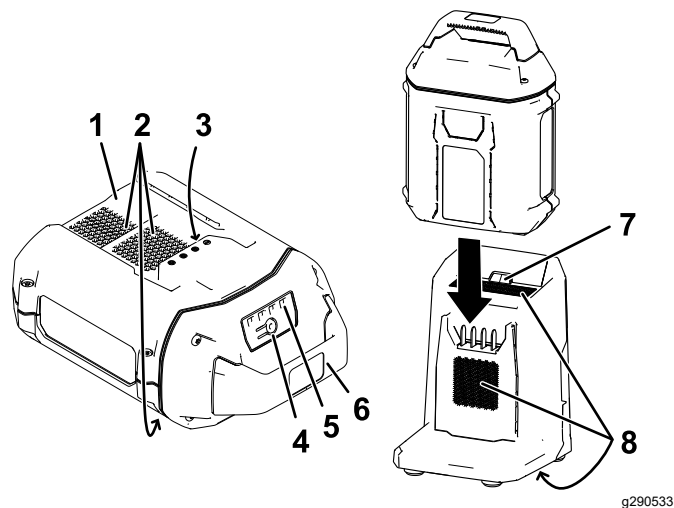

Figura 19
2. Alinhe a cavidade na bateria (Figura 19) com o ressalto no carregador.
3. Deslize a bateria para o carregador até que fique totalmente encaixada (Figura 19).